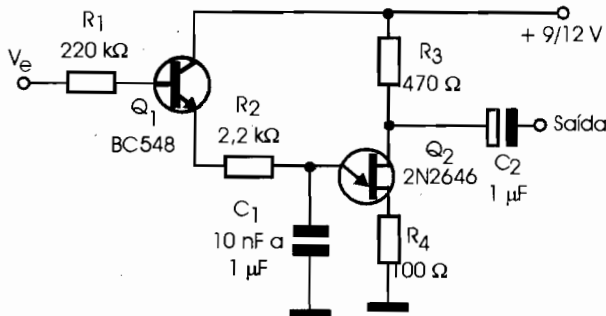

Figura 1
*Voltage Controlled Oscillator* ou Oscilador Controlado por Tensão é o significado de VCO. Na **figura 1** apresentamos um circuito simples de VCO com transistor unijunção, o qual pode ser usado como um conversor analógico-digital (tensão para frequência) com diversas possibilidades de aplicação.